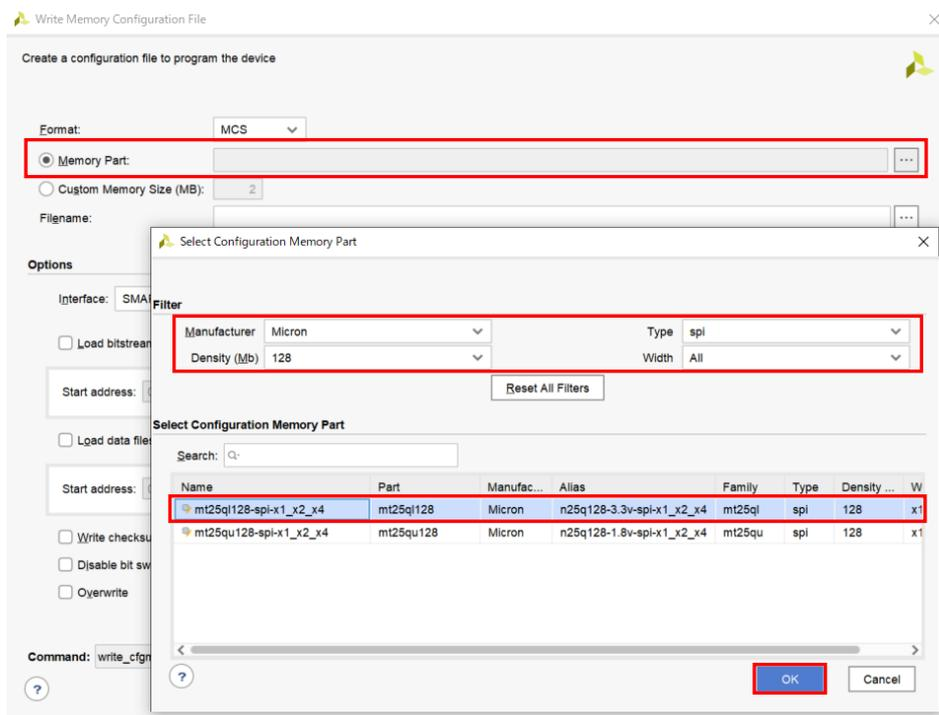

図 4-17 Memory Part の選択
- (4) [Choose a configuration memory part]では、図 4-17 同様に mt25q128 を選択し、[OK] をクリックします。[Add Configuration Memory Device Completed]のポップアップが出るので、ここでも[OK]をクリックします。